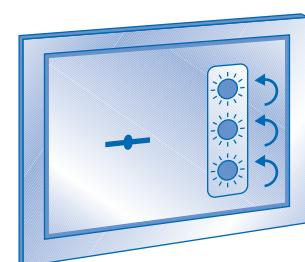

Fig. 1
- A) Assicurarsi che i selettori siano a ZERO ruotandoli verso sinistra (senso antiorario), fino all'arresto (Fig. 1).